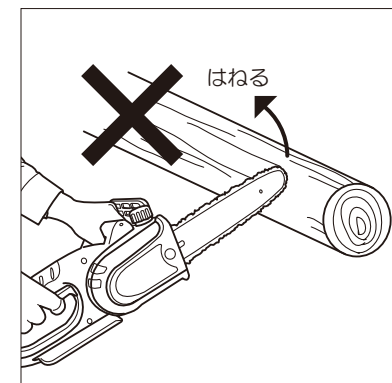

図21
- ☑ソーチェーンの先端を切断材に当てますと、本機が跳ね返り正常な作業ができないばかりか、危険です。必ず、切断材にスパイクを当てて切断してください。(図21参照)